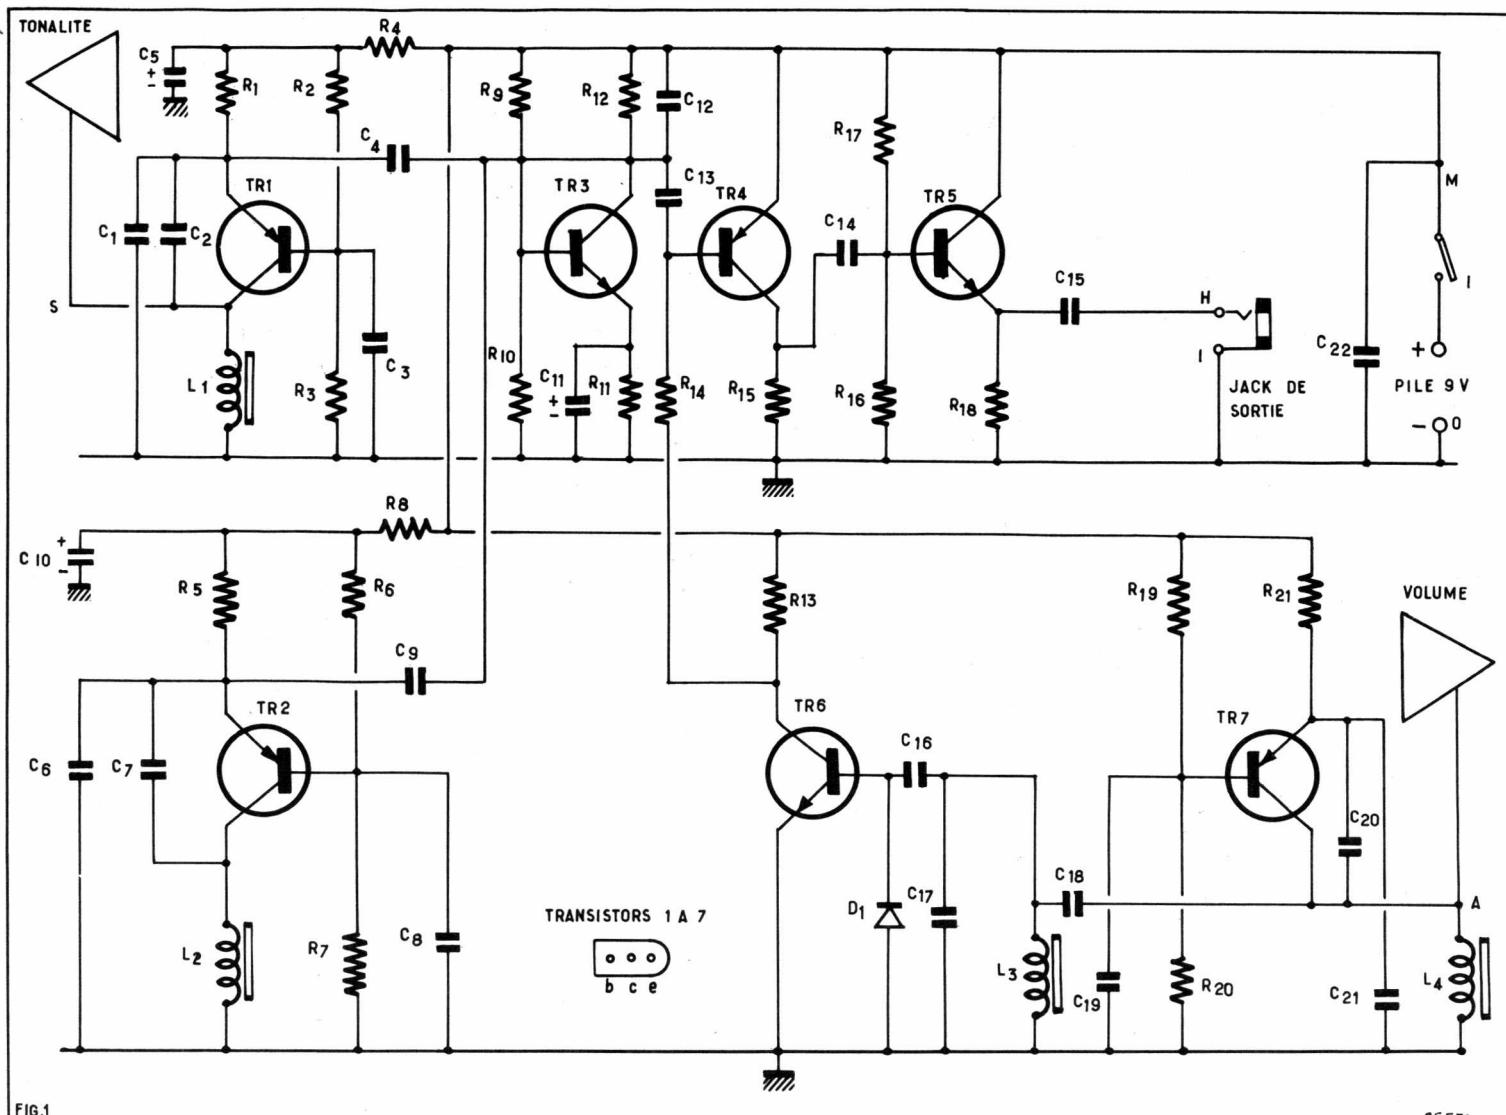

FIG.1
La figure 1 montre le schéma électrique du théremén qui comporte deux oscillateurs haute fréquence, un à fréquence fine, l'autre à fréquence variable, dont les signaux de sortie sont combinés dans un étage mélangeur-amplificateur. Ces oscillateurs sont accordés à battement nul, à la même fréquence, en position de repos. Celle de l'oscillateur variable est soumise au contrôle extérieur exercé sur une capacité accordable — l'antenne dont nous avons parlé plus haut — qui n'est rien de plus qu'une simple plaque métallique. L'exécutant, par le mouvement de sa main, au voisinage de cette antenne, fait varier la fréquence de l'oscillateur variable, ce qui provoque une note de battement entre les deux oscillateurs dont la tonalité est proportionnelle à la différence de fréquence des deux oscillateurs. Cette note de battement amplifiée, constitue le signal de sortie de l'instrument qui est envoyé à l'entrée de n'importe quel amplificateur basse fréquence qui lui donne le volume convenable. Cependant, l'instrument musical dispose d'un troisième oscillateur, avec son antenne correspondante, pour contrôler le volume de sortie au moyen du mouvement de l'autre main.
La figure 1 (a) donne le schéma intérieur avec ses six transistors, quatre diodes et 12 points de branchement par fils selon la disposition de la figure 1 (b)
La figure 1 (a) donnant le schéma intérieur du TAA 991 peut être analysée en même temps que le montage de mesures de la figure 2. Les blocs VHF (FM) et PO-GO-OC (AM) sont représentés comme un générateur de signaux U_e d'entrée aux fréquences moyennes 460 kHz ou 10,7 MHz. Ces signaux passent par les bobinages convenablement établis au point de vue de la largeur de bande et de l'accord.